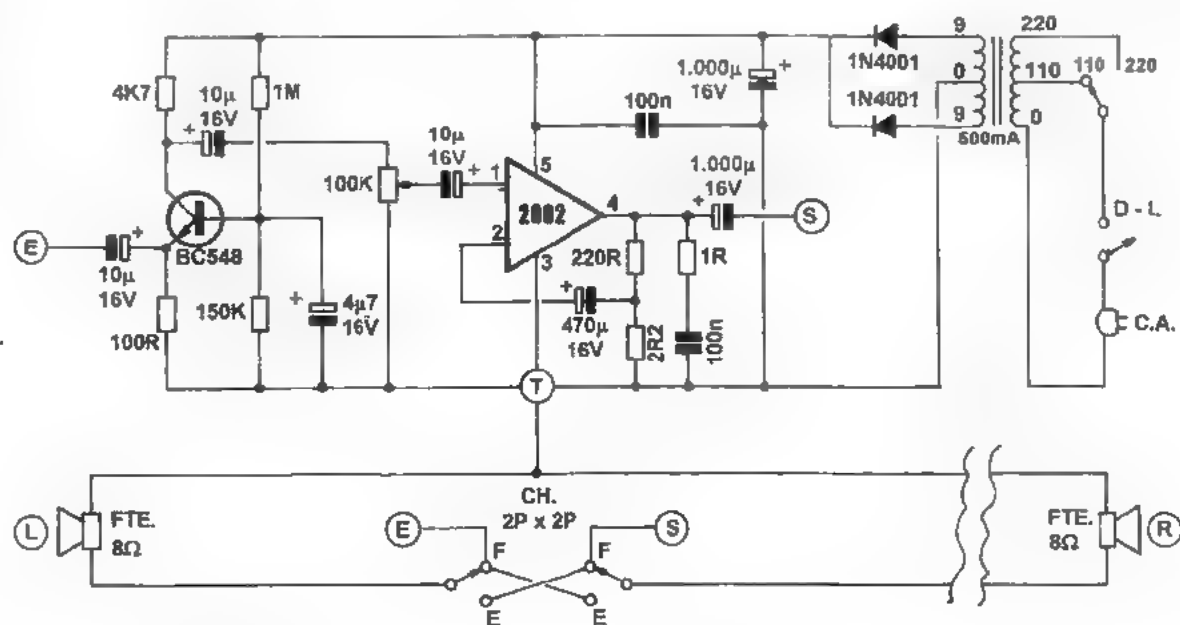

Fig. 1
**- FIG. 1 - DIAGRAMA ESQUEMÁTICO DO CIRCUITO -** A concepção modular embute o conceito de compactação, alto desempenho e grande facilidade de adaptação a múltiplas configurações externas ao circuito... Assim, optamos por um arranjo centrado num integrado amplificador de áudio de bom desempenho, baixo custo e fácil circuitagem: o 2002, originalmente desenvolvido para utilização em amplificadores automotivos (reforçadores de áudio para auto-rádios ou toca-fitas de veículos...), porém perfeitamente capaz de operar sob tensões outras (que não os originais 12 V presentes no circuito elétrico de um carro ..) e sob condições circuntais diferenciadas... Esse integrado (que, fisicamente, *parece* um transistor de potência comum, a não ser pelas suas 5 pernas - no lugar das 3 normalmente mostradas pelos transistores...) permite a implementação de um completo amplificador, de excelente ganho, sensibilidade e potência, com o auxílio de um mínimo de componentes externos (conforme se vê do diagrama...), pouco mais de *meia dúzia* de resistores e capacitores comuns e baratos... O 2002 pode funcionar sob alimentação C.C. dentro da faixa que vai desde 6 volts até 18 volts (com a potência final máxima a ser esperada, dependente da exata tensão de alimentação...). Como num sistema de intercomunicação ponto-a-ponto típico a necessidade de potência final não é assim tão exagerada, preferimos manter a alimentação num nível intermediário, 9 volts nominais, fornecidos por fonte simples